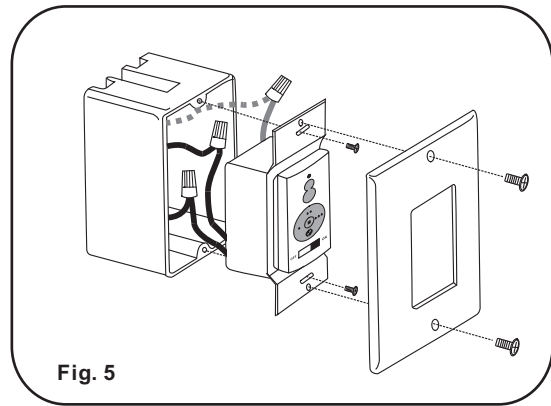

Fig. 5
Paso 3. (Fig. 5) Cuidadosamente meta las conexiones dentro de la caja de distribución. Asegure el transmisor con los dos tornillos proveidos. Instale la cubierta decorativa y asegurela con los dos tornillos proveidos.